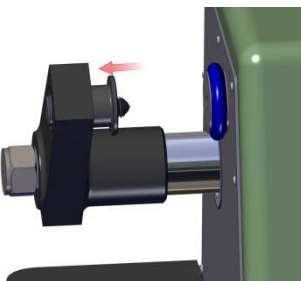
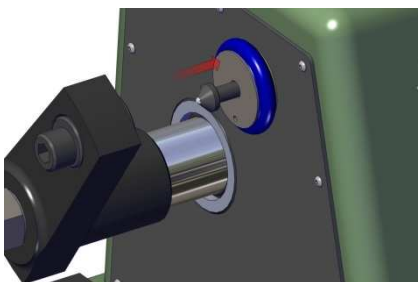
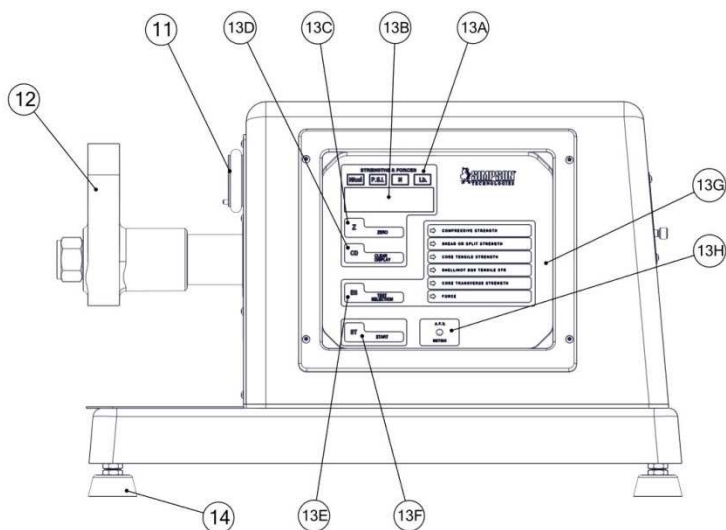

Figura 6.2.1
Figura 6.2.2
Figura 7.3: Vista frontale
3. Dopo cinque secondi circa sul display digitale compare la scritta "HELLO" (Figura 7.3 e 7.4, particolare 13B). Premendo qualsiasi tasto per quattro volte mentre è visualizzata la scritta "HELLO", l'apparecchiatura per testare la resistenza delle terre da fonderia si dispone in modalità di taratura.
4. Quando scompare il messaggio "HELLO" e se è stata scelta la modalità di taratura, sul display digitale compariranno tre messaggi in sequenza: "SET-UP", "CALib" e "rESET." Si può scegliere la modalità desiderata premendo il tasto "ST - Start" (Figura 7.3 e 7.4, particolare 13F) nel momento in cui il messaggio compare sul display.
5. Selezionare la modalità di taratura seguendo le istruzioni riportate nei punti da 2 a 5 e premere il tasto "ST - Start" (Figura 7.3 e 7.4, particolare 13F) quando appare sul display digitale il messaggio "CALib" (Figura 7.3 e 7.4, particolare 13B).
6. Il messaggio "HELLO" apparirà di nuovo sul display digitale e le spie di Resistenze e Forze "N/cm²" (Figura 7.3 e 7.4, particolare 13A) inizieranno a lampeggiare. A questo punto premere il tasto "ST - Start". Il messaggio "HELLO" apparirà di nuovo seguito dal numero "0" a indicare che l'apparecchiatura è stata azzerata. La spia "N" (Newton) (Figura 7.3 e 7.4, particolare 13A) inizierà a lampeggiare.
8. Sostituire gli accessori con la sfera di supporto regolabile e la sfera di supporto fissa in dotazione con la cella di carico meccanica, modello 42125. Il supporto regolabile va inserito sul braccio di serraggio mobile (Figura 7.3, particolare 12) facendolo scorrere delicatamente nell'apposito foro (vedi Figura 6.2.1). È estremamente importante che i supporti per la taratura e i supporti conici siano puliti e privi di residui di terra. Inserire la sfera di supporto fissa nel foro posto al centro del supporto-morsa fisso (Figura 7.3, particolare 11) (vedi Figura 6.2.2 e 6.2.3).
11. Montare la cella di carico tra il supporto-morsa fisso (Figura 7.3, particolare 11) e il braccio di serraggio mobile (Figura 7.3, particolare 12) (vedi Figura 6.2.4).
14. Dopo aver raggiunto la corretta flessione 0,01 mm sulla cella di carico meccanica, controllare visivamente che sul display digitale (Figura 7.3 e 7.4, particolare 13B) sia riportato il carico esatto in Newton. Se il valore non è corretto, è possibile regolare il display come indicato al punto 15; altrimenti passare al punto 16.
- » Aumento rapido – Premere il tasto "Z - Zero" (Figura 7.3 e 7.4, particolare 13C)
- » Diminuzione rapida – Premere il tasto "ES - Test Selection (Selezione Prova)" (Figura 7.3 e 7.4, particolare 13E)
- » Aumento lento – Premere il tasto "CD - Clear Display (Cancella Display)" (Figura 7.3 e 7.4, particolare 13D)
3. Dopo circa cinque secondi apparirà sul display digitale la scritta "HELLO" (Figura 7.3 e 7.4, particolare 13B). Premendo qualsiasi tasto per quattro volte mentre è visualizzato il messaggio "HELLO", l'apparecchiatura per testare la resistenza delle terre da fonderia si setterà sulla modalità di taratura.
4. Quando il messaggio "HELLO" scompare e se si è scelta la modalità di taratura, sul display digitale compariranno in sequenza tre messaggi: "SET-UP," "CALIB" e "rRESET." Scegliere la modalità desiderata premendo il tasto "ST - Start" (Figura 7.3 e 7.4, particolare 13F) nel momento in cui compare la relativa scritta sul display.
5. La funzione "SET-UP" definisce il contenuto dei registri dell'apparecchiatura per testare la resistenza delle terre da fonderia. Per selezionare la funzione "SET-UP" premere il tasto "ST - Start" (Figura 7.3 e 7.4, particolare 13F) mentre la scritta "SET-UP" è visualizzata sul display digitale. Dopo aver premuto il tasto, il display visualizzerà la scritta "HELLO" seguita poi da coppie di numeri: la prima cifra da sinistra sul display digitale rappresenta il numero di registro e l'ultima cifra del display rappresenta il contenuto del relativo registro. I valori del contenuto devono corrispondere alla seguente tabella: